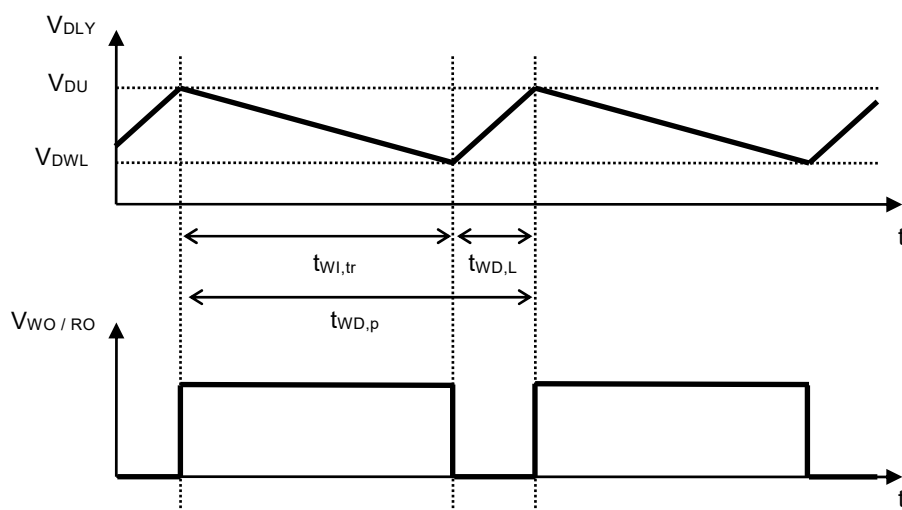

図8
*1. ウォッチドッグタイマがタイムアウトの検出を繰り返したときWO / RO端子に現れる連続矩形波の周期 (図8参照)。以下の式からもとめられます。
*2. ウォッチドッグタイマがタイムアウトの検出を行った後、WO / RO端子が "L" を継続する時間 (図8参照)。
*3. ウォッチドッグタイマがトリガ信号の検出を開始してから、タイムアウトが検出されWO端子出力が "L" に変化するまでの時間 (図8参照)。この値は C_{DLY} で変更可能です。